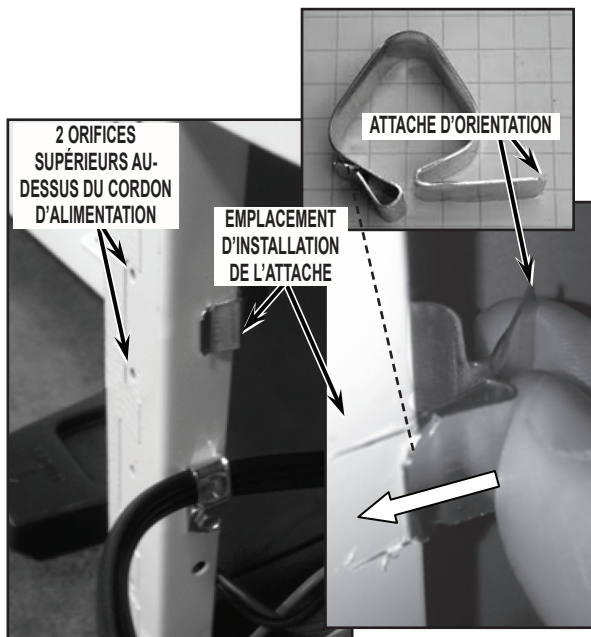

FIGURE 4
6. Installer l'attache d'orientation sur le rail de glissière entre les deux orifices supérieurs au-dessus du cordon d'alimentation. Noter l'orientation de l'attache d'orientation sur le rail de glissière. Voir la Figure 4.